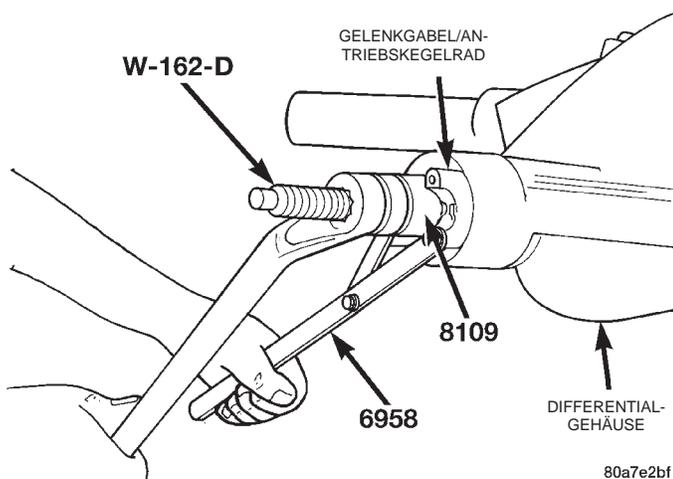

Abb. 48 Gelenkgabel montieren
(8) Paßmarkierungen ausrichten und die Gelenkgabel mit Spezialwerkzeug W-162-B, Treiber 8109 und Haltegriff 6958 auf der Welle des Antriebskegelrads montieren (Abb. 48).